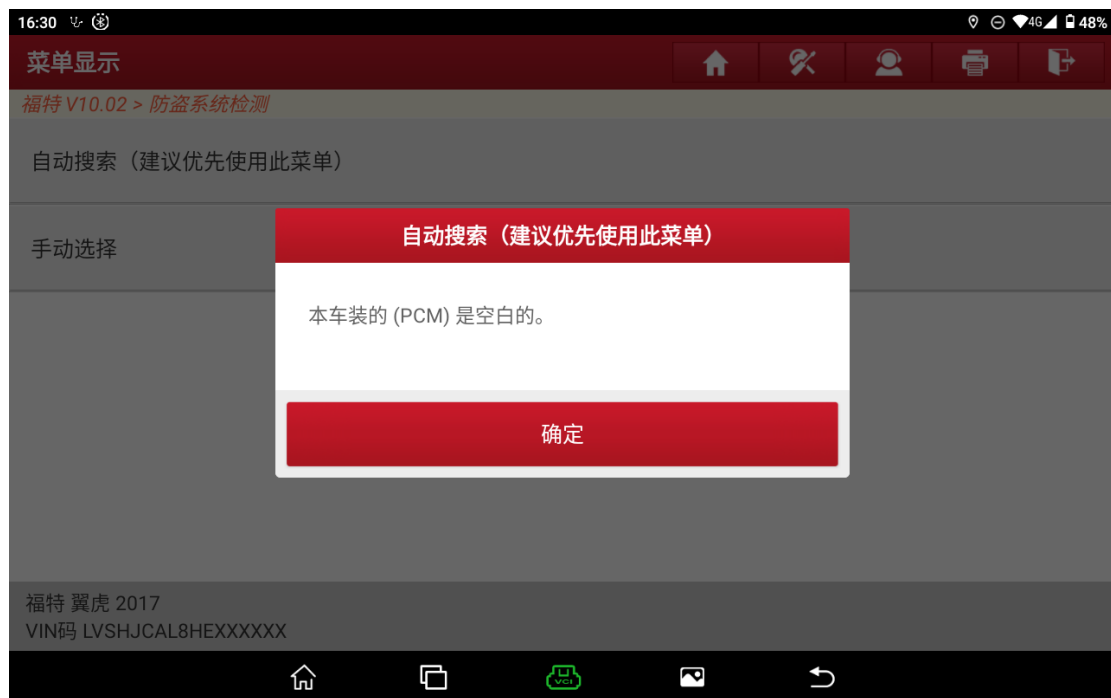

图 6
4. 更换全新的 PCM 模块。开始扫描车型时识别模块中数据为空白(图 6)